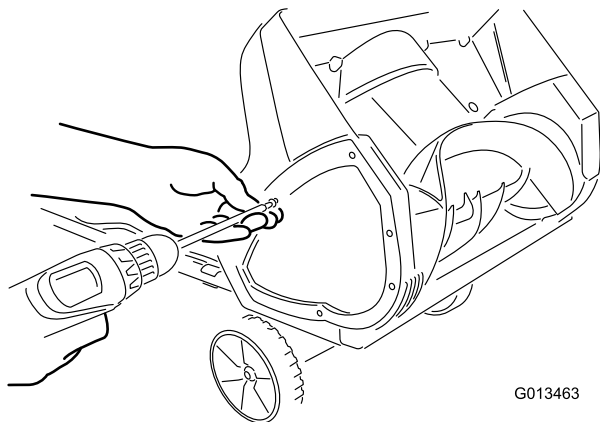

Figura 15
1. Retire os parafusos que prendem a placa lateral direita à estrutura da máquina (Figura 15).